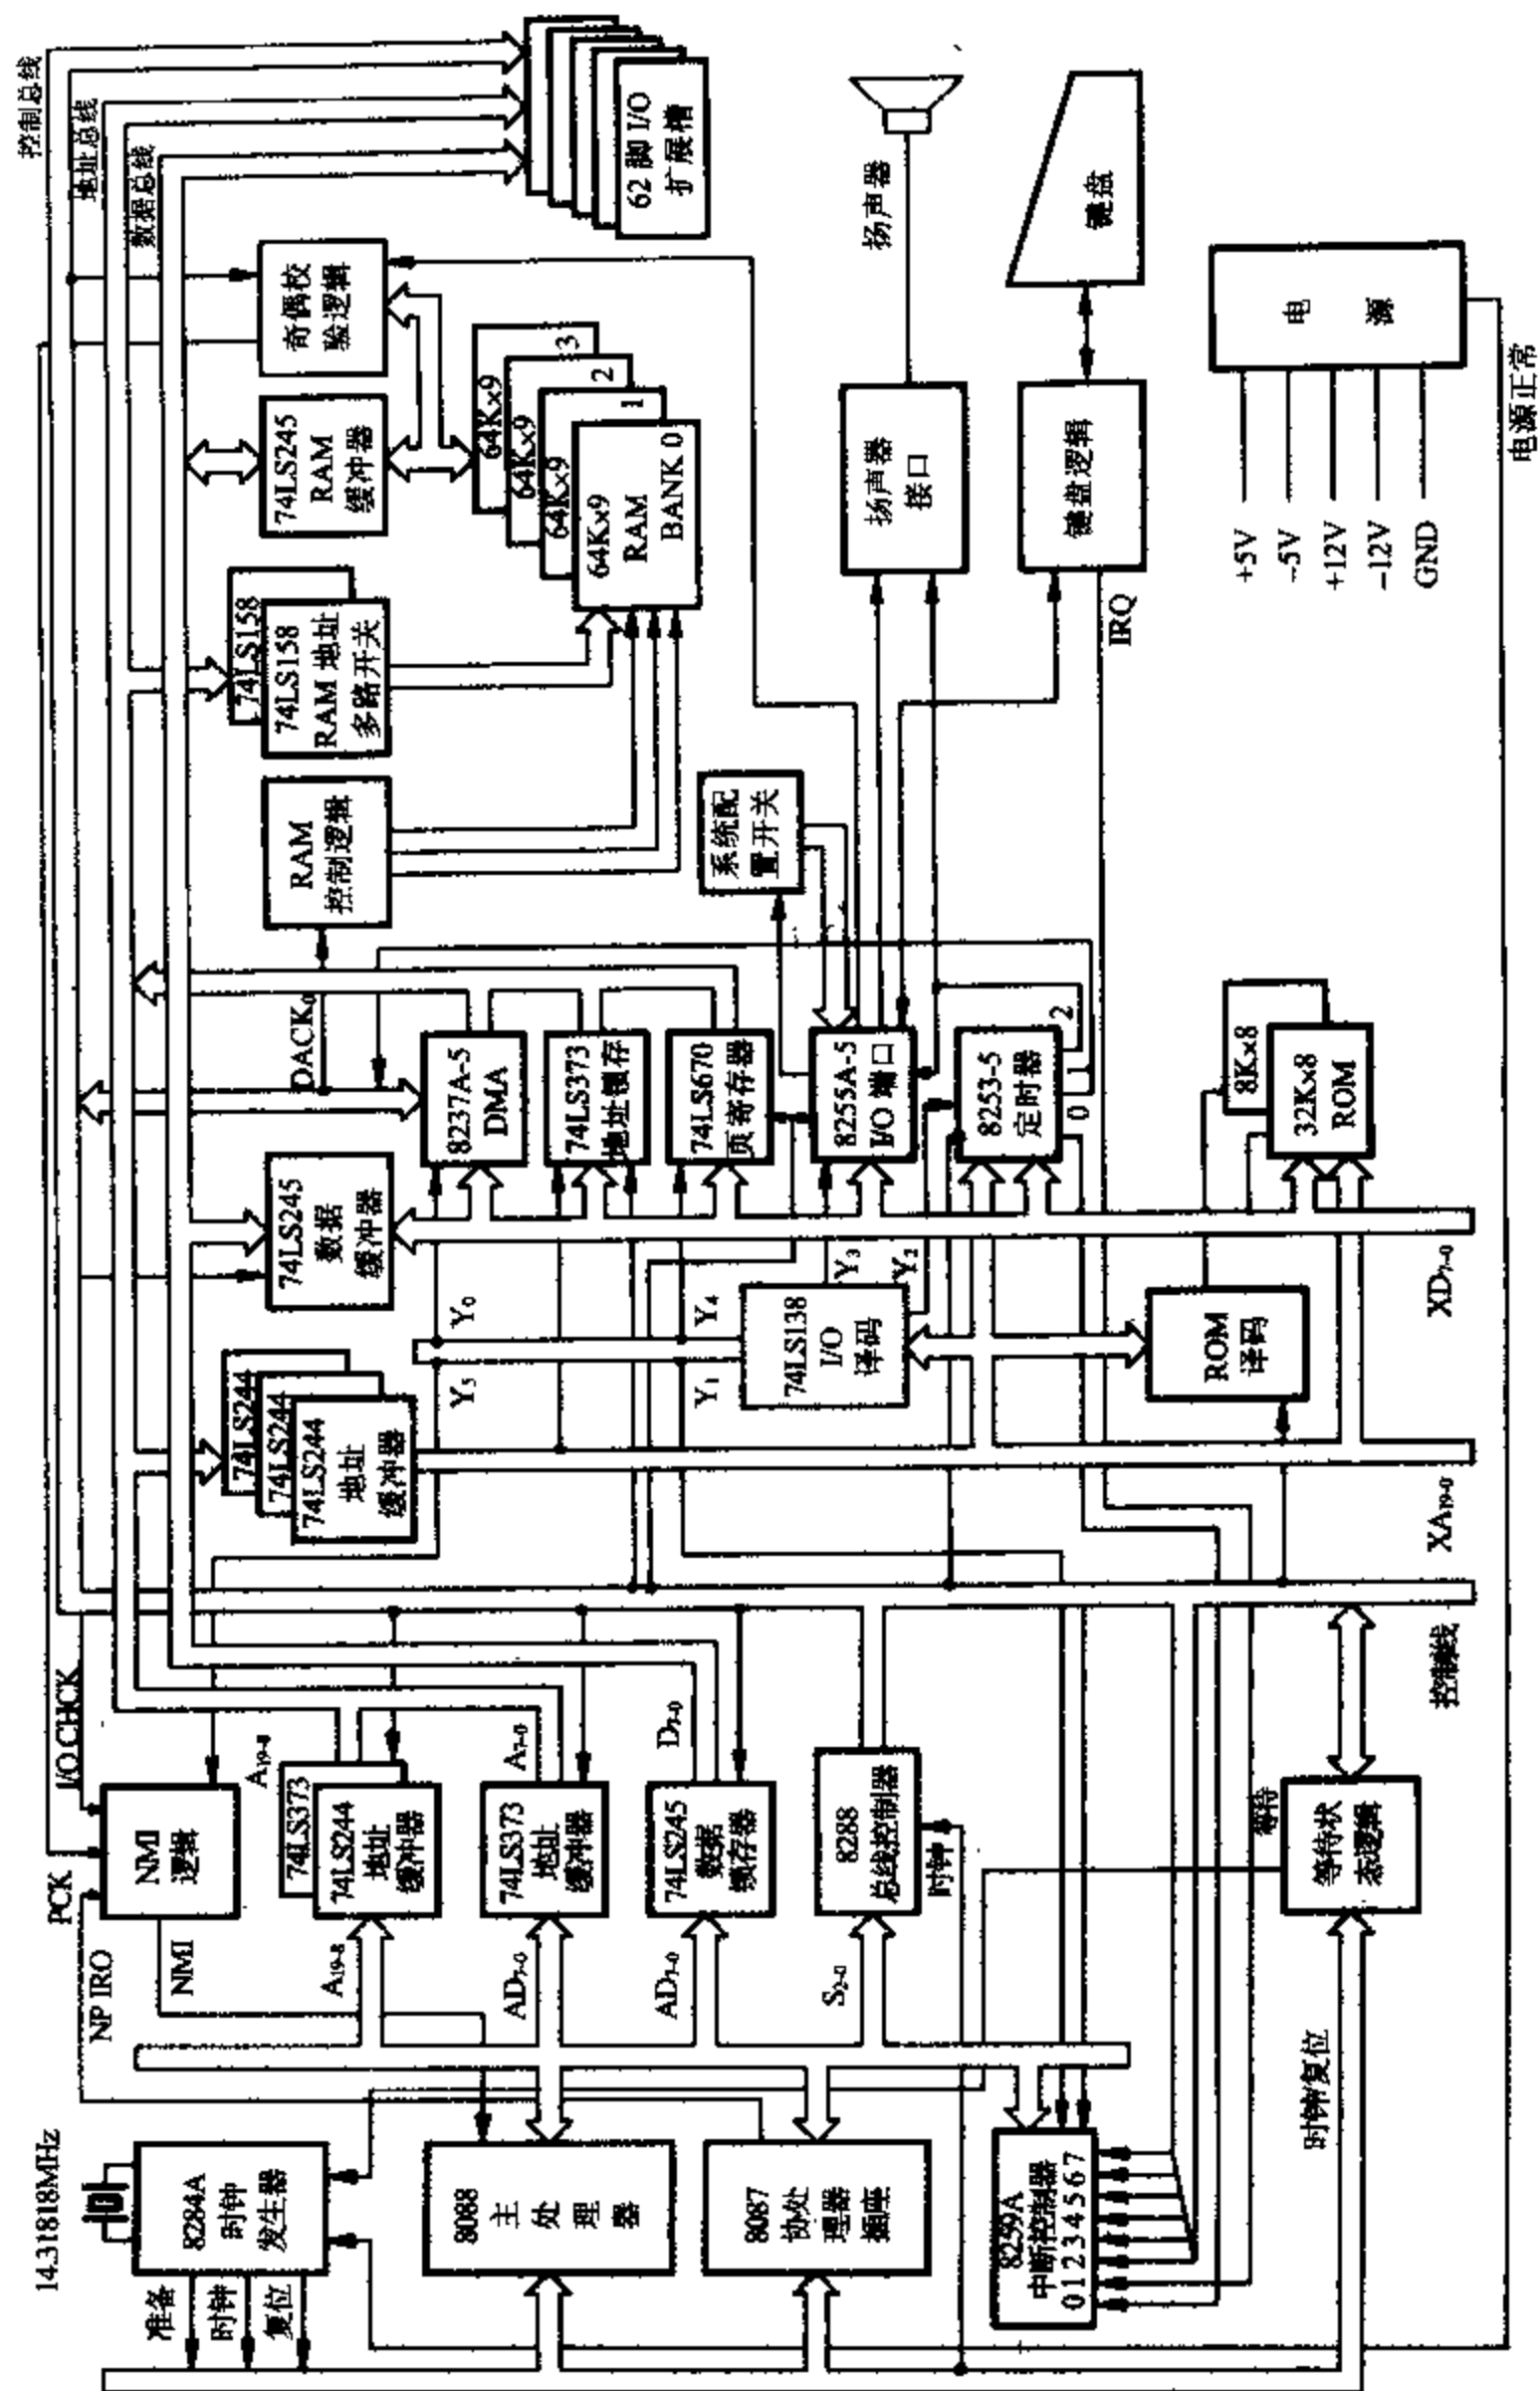

图 12-12 PC/XT 机系统板电路原理图
PC/XT 机的系统板电路原理如图 12-12 所示,图中的大部分电路大家已比较熟悉,由图可以看到各种电路的关联以及如何将它们组合在一起,构成微型计算机系统的。下面分几部分对该图作简要的说明。
6. 根据图 12-12、表 12-3 和表 12-4，说明如何产生 DMA 传送的 20 位存储器地址。